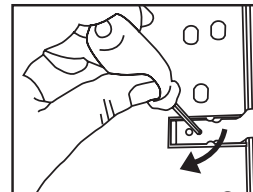

Fig. 10
11. Re-install the small Phillips head screw. **(Fig. 10)**
11. Vuelva a instalar el tornillo pequeño de cabeza en cruz. **(Fig. 10)**
11. Réinstaller les petites vis cruciformes. **(Fig. 10)**